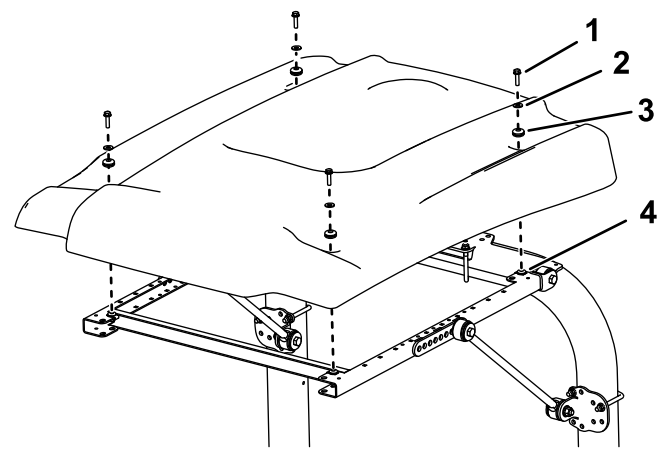

Figure 46
9. Lors de l'alignement des trous de fixation, positionnez le pare-soleil sur le cadre comme montré à la Figure 46.
10. Fixez légèrement chaque coin du pare-soleil au cadre avec un boulon à embase (5/16" x 1 1/4"), une petite rondelle et une bague (Figure 46).